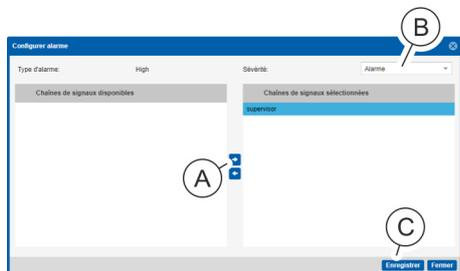

Fig. 132 : Fenêtre « Configurer alarme »
8. Sélectionner une chaîne de signaux dans la fenêtre « Configurer alarme » et la déplacer au moyen du bouton « → » (Fig. 132 /ⓐ) dans le champ « Chaînes de signaux sélectionnées ».
9. Sélectionner dans le champ de sélection « Sévérité » (Fig. 132 /ⓑ) un état d'alarme « OK », « Avertissement » ou « Alarme » pour l'entrée.
10. Appuyer sur le bouton « Enregistrer » (Fig. 132 /ⓒ) pour confirmer la sélection.